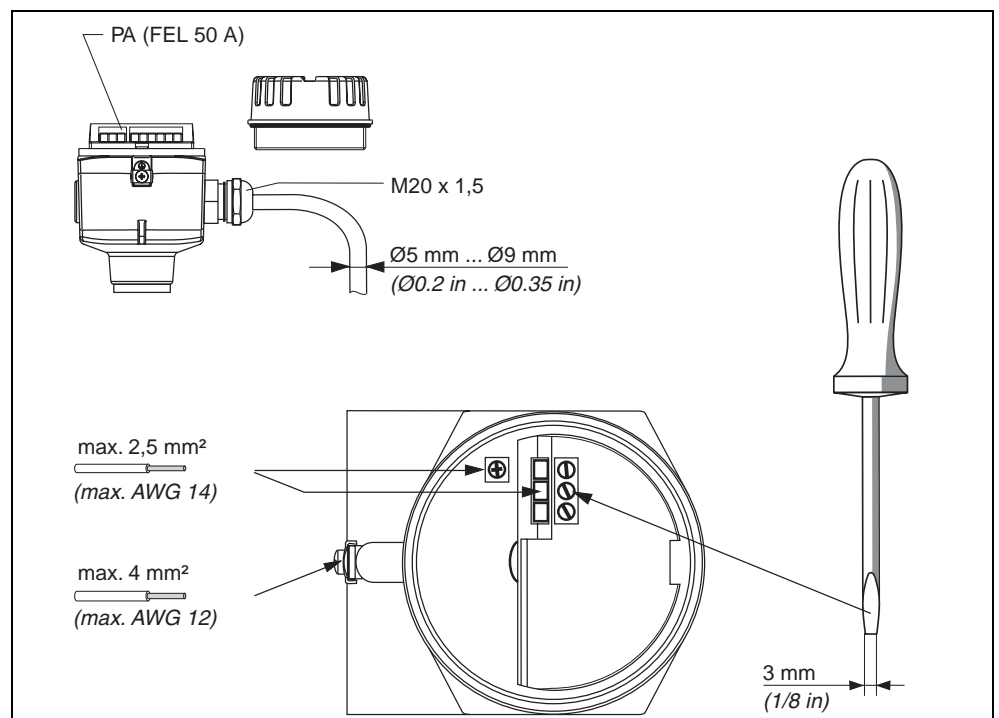
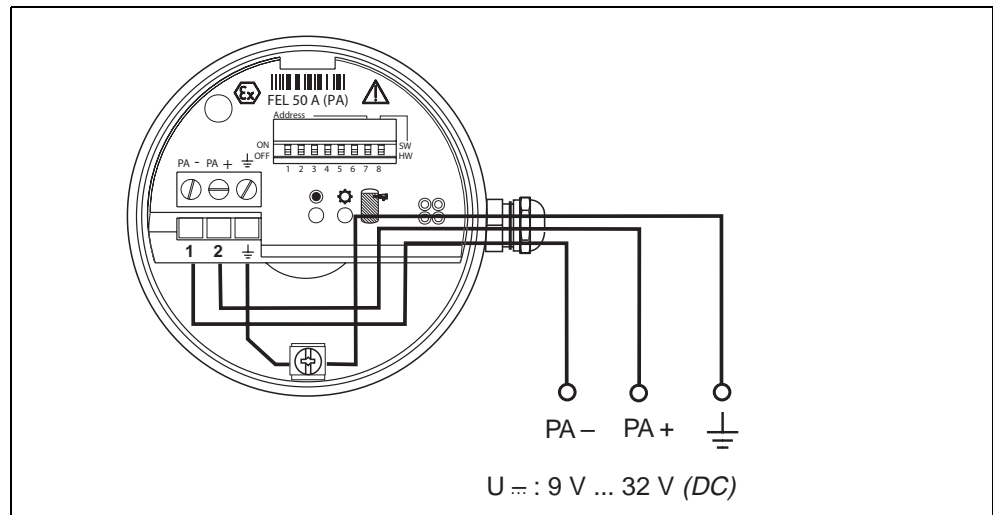

Bild 4.1 Anschließen des Messumformers mit Kabelverschraubung
Bild 4.2 Belegung der Schraubklemmen
3. Verdrahtung vornehmen: siehe Abb. 4.1 und Abb. 4.2